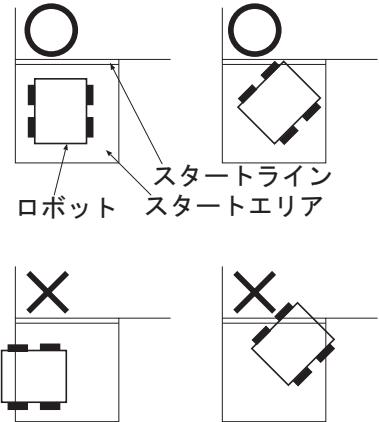

図 6: ロボットのスタート姿勢
- (1) 1 チームの持ち時間は予選、敗者復活戦(行う場合)[20] で最大 7 分(競技時間 5 分、準備時間 2 分以内)とする。但し、出場チーム数が極端に増えた場合には、競技時間が短くなることがあり得る[21]。また、決勝では 1 チームの持ち時間は最大 12 分(競技時間 10 分、準備時間 2 分)とし、原則としてそれぞれの台で同時に競技を開始する。競技者は競技場の外に待機し、主審による入場の指示をもって競技場に入り、準備開始の指示により準備作業を開始する。その際、主審から自由ボール 1 個を受け取る。スタートの準備が 2 分以内に完了した場合、主審にスタートを宣言し、主審の許可を得てからロボットをスタートさせる。スタートの準備が 2 分を超えて完了しない場合は、2 分を超えた時点で競技時間の計測が開始される。
- (2) ロボットはスタートエリア内に設置しなければならない。その向きは任意である(図 6 参照)。このときケーブル等[10] がスタートエリア以外の競技台上にあってはいけない。
- (3) 複数台のロボットを用いる場合でも、ロボットのスタートスイッチの操作は 1 回のみとする。
競技終了時に、ロボットがスタートエリア内(図6に示す“ロボットのスタート姿勢”的なケースと同様)に戻っている場合に、ボーナス得点として10点を与える。ロボットが戻った後、競技者が「終了を宣言」することを以て競技を終了する。ロボットが戻っても競技者が終了を宣言しなければ、競技は継続されるので注意すること。なお、複数ロボット(分離したパートを含む)の場合は、全部戻らなければリターンボーナスは与えられない。